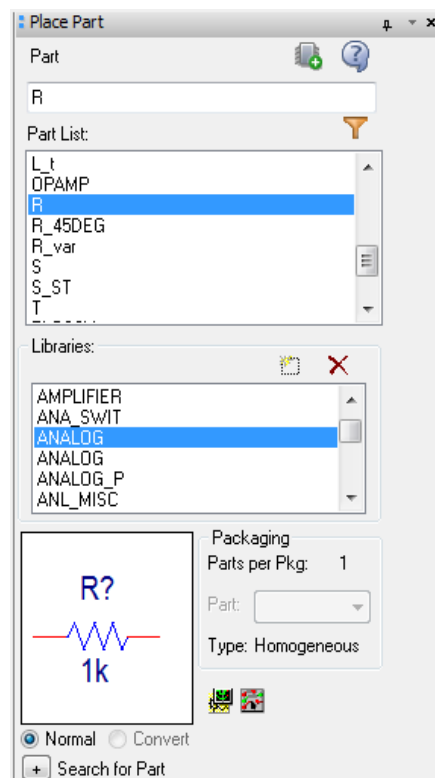

Рисунок 1.6 – Вікно вибору елементів для побудови схеми
Після того, як додали потрібні бібліотеки, натиснувши на них, можна з них вибрати потрібний елемент (рис. 1.6).
4. Тепер є можливість додати в нашу схему нові елементи. Для того, щоб в схему додати потрібний елемент (в даному випадку резистор *R*) потрібно вибрати бібліотеку і витягнути потрібний елемент (рис. 1.6). В біблі-